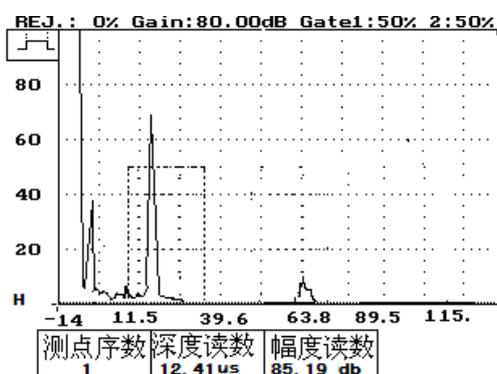

图 18-47
7、按闸门键及方向键——调节前闸门的宽度及高度，并移动前闸门套住横通孔的反射波。如图 18-47 所示。